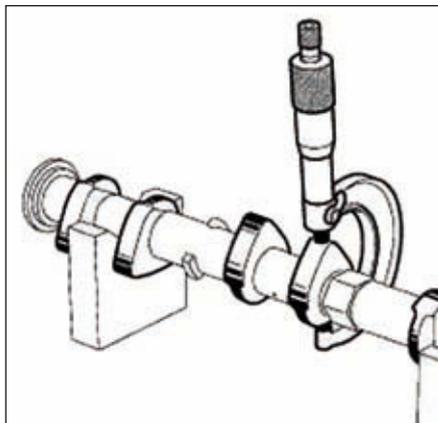

FIG.37
- Mesurer à l'aide d'un micromètre les hauteurs des cames qui doivent être comprises entre (Fig.37) :